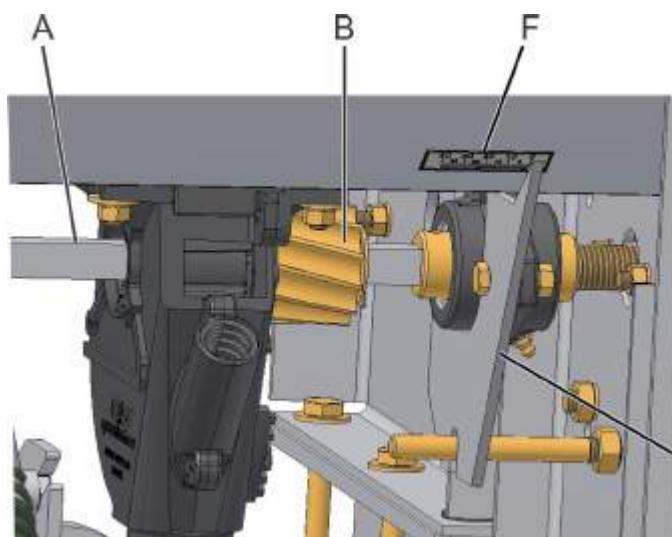
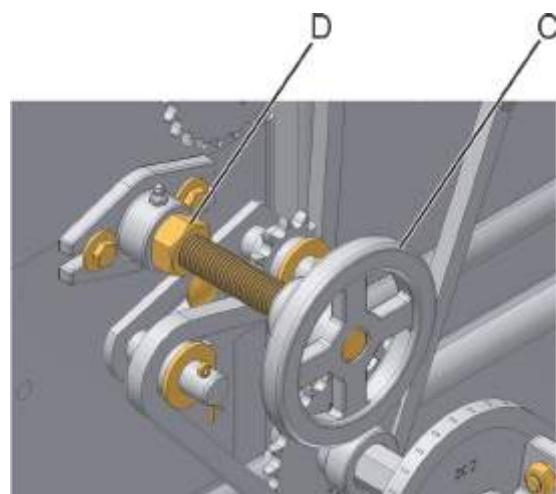

fig. 15
fig. 16
O procedimento de regulagem é realizado pelo deslocamento do eixo (A) (fig. 15) aumentando ou diminuindo a abertura de trabalho dos rotores (B) dentro da caixa distribuidora, através do manípulo (C) (fig. 16). Após obter a vazão de sementes desejada, fixe o manípulo regulador através da porca de fixação (D).
Observe a posição do indicador (E) (fig. 15) na escala milimétrica (F) para obter a regulagem aproximada através das tabelas indicativas conforme a cultura a ser estabelecida.